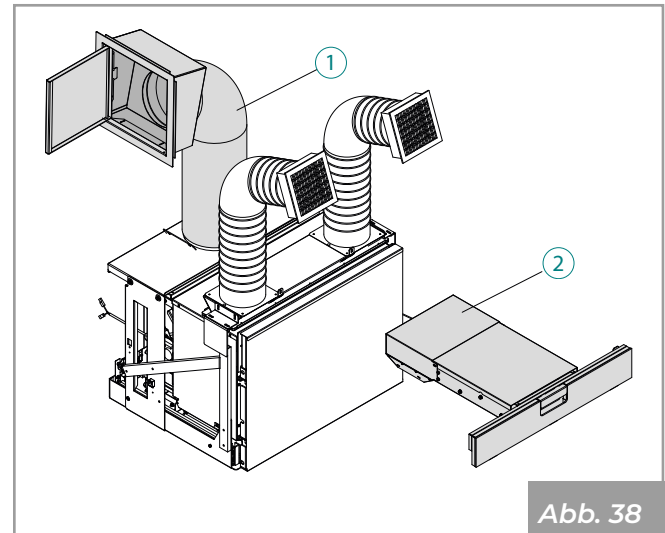
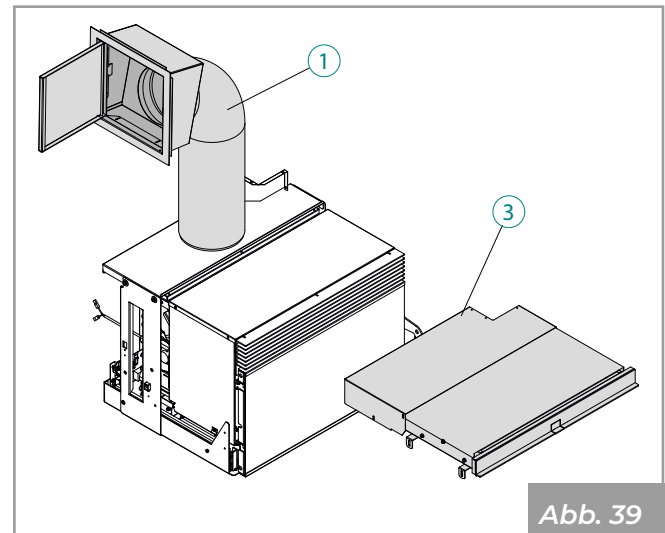

Abb. 38
Abb. 39
- Ladesystem mit flexiblem Metallrohr und Ladetür "1" (Abb. 38 - Abb. 39).
- Frontladeschublade für kanalisiertem Luftauslass Version "2" (Abb. 38).
- Frontladeschublade für kanalisiertem Luftauslass Version "3" (Abb. 39).